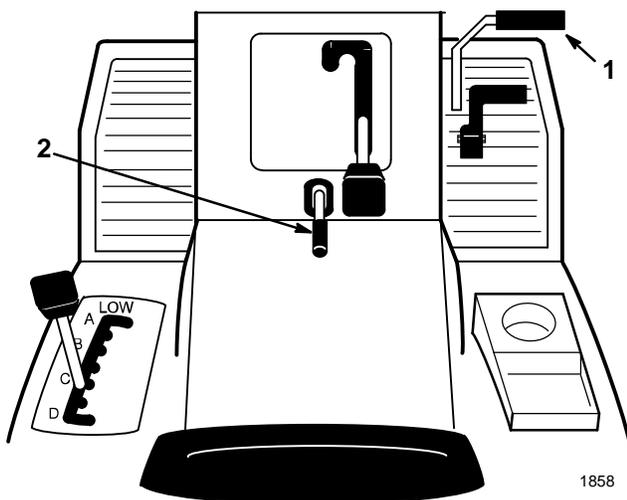

Figure 2
1. Enfoncer la pédale de frein (Fig. 2) et la maintenir en position enfoncée.
2. Relever le levier de frein de stationnement (Fig. 2) et lâcher progressivement la pédale de frein. La pédale doit rester bloquée en position enfoncée.
1. Enfoncer la pédale de frein (Fig. 2). Le levier de frein de stationnement doit se déverrouiller.